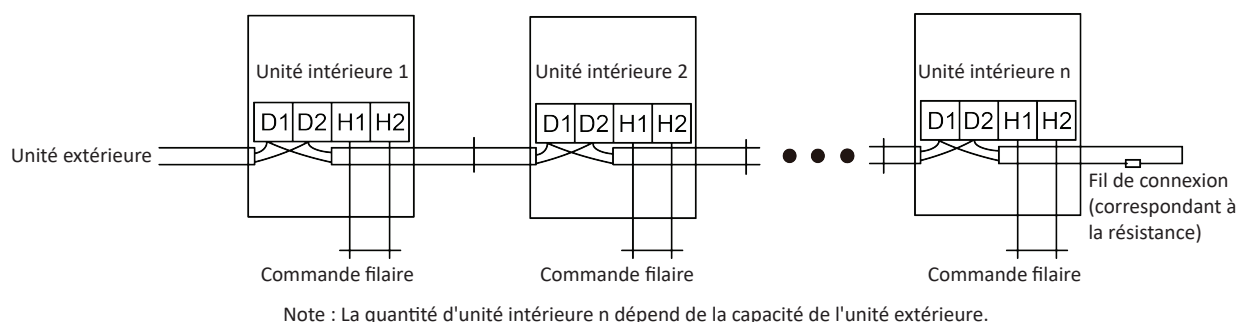

Fig. 5.5
- ④ Fixez le câble de communication à l'aide du serre-fils sur le boîtier électrique.
- ⑤ Afin d'assurer la fiabilité de la communication entre l'UI et l'UE et de la communication entre les UI, ajoutez une résistance adaptée (fournie dans un emballage avant le départ d'usine) sur la carte de câblage de la dernière unité intérieure dans un branchement en série. La résistance correspondante doit être branchée en parallèle entre les vis de bornier D1 et D2, voir Fig. 5.5.